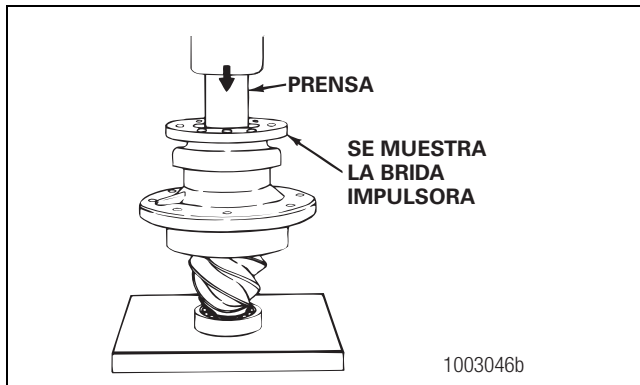

Figura 5.15
1. Use una prensa para instalar la horquilla o brida impulsora, la tuerca y la arandela, si así está equipado, en el piñón de mando. La horquilla o brida debe estar asentada contra el cojinete exterior. Figura 5.15.